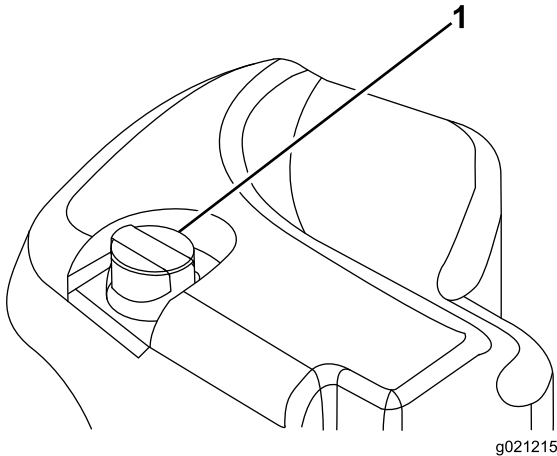

Figure 29
2. Nettoyez la surface autour du goulot de remplissage et du bouchon du réservoir hydraulique (Figure 29). Enlevez le bouchon du goulot de remplissage.